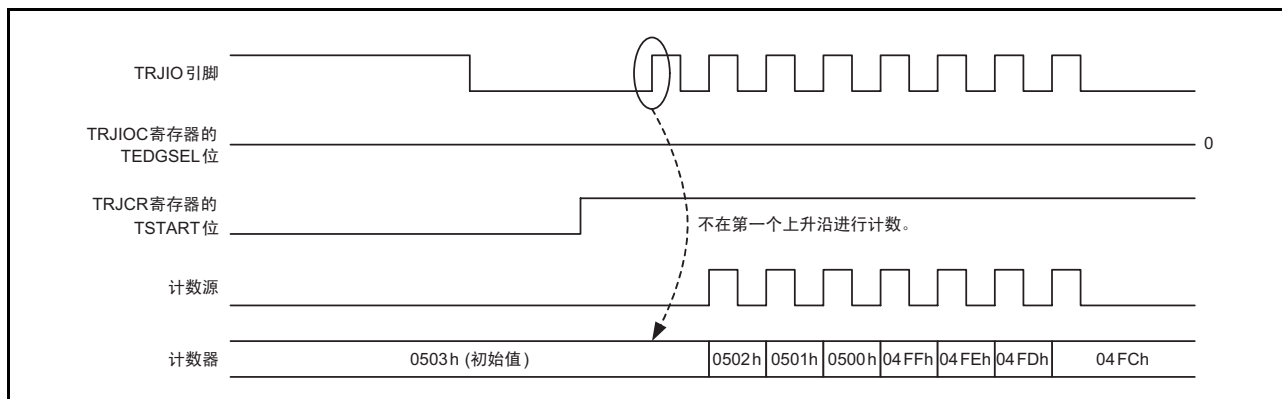

图 21.2 事件计数器模式的 TSTART 设定时序图（1）
8. 在事件计数器模式中将TRJIOC寄存器的TEDGSEL位置“0”（在上升沿进行计数）并且对外部信号（TRJIO）进行计数的情况下，有可能因TRJCR寄存器的TSTART位的状态而无法正确地进行计数（参照图21.2）。